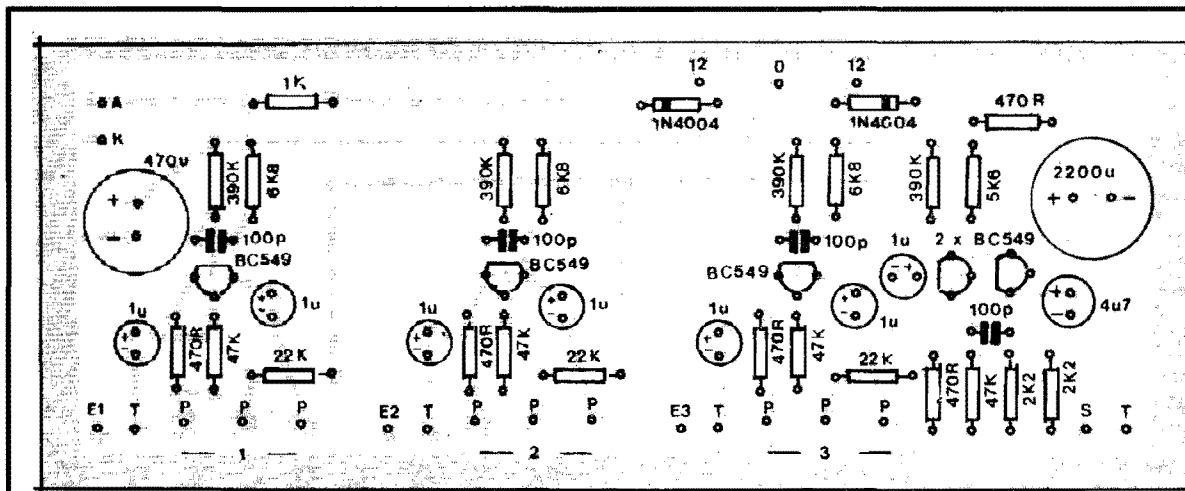

Fig.3
- FIG. 3 - "CHAPEADO" DA MONTAGEM - A placa continua vista em seu tamanho natural, porém agora "olhada pelo outro lado" (não cobreado...), com todas as peças principais já posicionadas, claramente estilizadas e identificadas por seus códigos, valores, polaridades, etc. Em A.P.E. utilizamos o mais perfeito (sem falsas modéstias...) sistema de notação nos "chapeados", identificando completamente os componentes, e não com aquela
sobre a placa...). Em circuitos de áudio, com as características do TREGUA, qualquer "besteirinha" feita na cabagem, nas conexões externas, nas blindagens, etc., pode arruinar completamente o funcionamento, introduzindo ruídos, zumbidos, invertendo controles, "emudecendo" canais, etc. Assim, **MUITA ATENÇÃO...** A placa continua vista pela sua face não cobreada (só que agora devidamente "limpa" dos componentes vistos na figura anterior, para "descongestionar" o desenho...), sendo conveniente que o Leitor/Hobbysta compare a codificação das ilhas periféricas, com a indicada na fig. 3... Observar com cuidado as ligações do transformador (sempre lembrando que o secundário (S) é o lado que apresenta fios de cores iguais nas extremidades, enquanto que o primário (P) mostra sempre três fios de cores diferentes... Atenção também às ligações da chave de Tensão (110-220). O LED, que fica ligado à placa por um par de fios finos (ou cabinho paralelo...) também precisa ter seus terminais corretamente identificados, antes da conexão aos respectivos pontos A-K... Quanto aos três potenciômetros, terão seus terminais ligados de forma "semi-direta" aos pontos P-P-P de cada módulo (detalhes na próxima figura). Todos